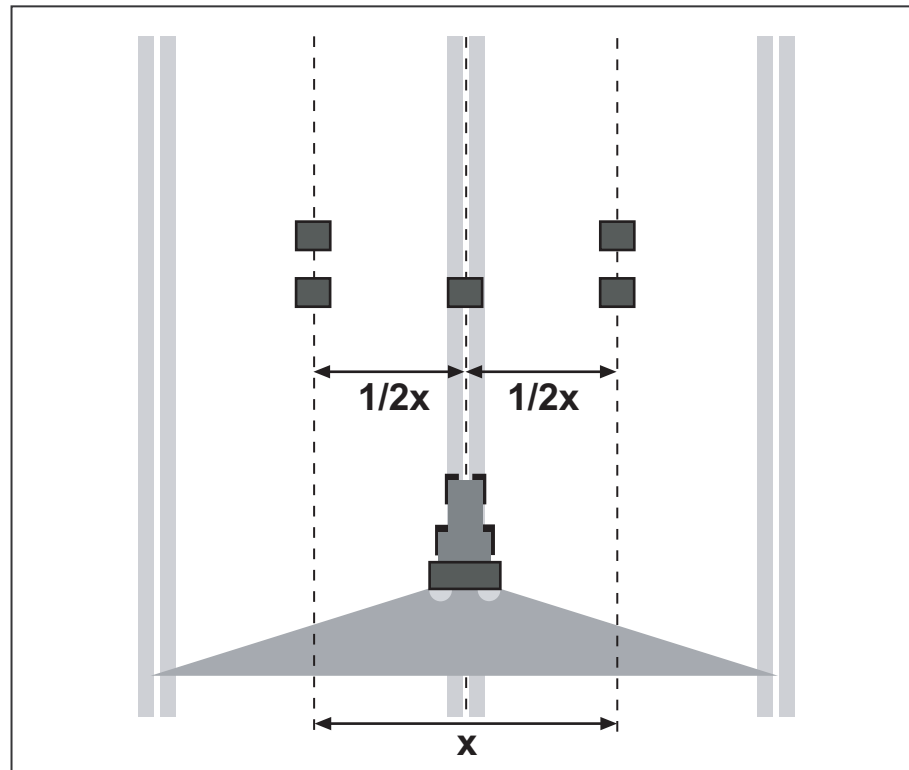

Bild 6.15: Uppställning för en överfart
- Ställ två fångskålar efter varandra med ett avstånd på **1 m** i överlappningszonerna (mellan körfälten) och en fångskål i körspåret (som på bild 6.15).